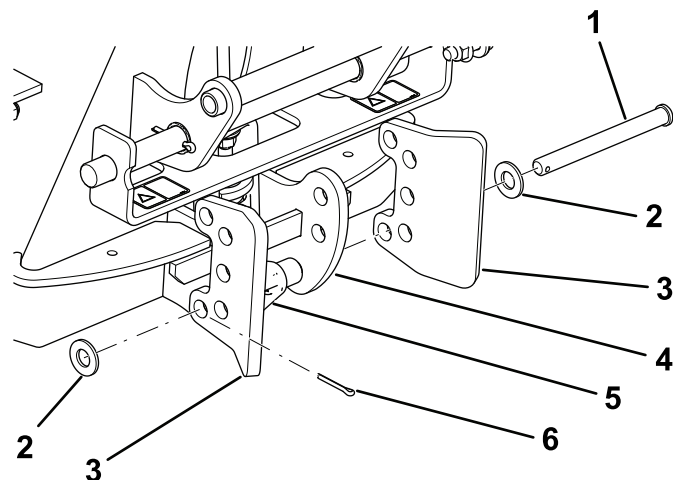
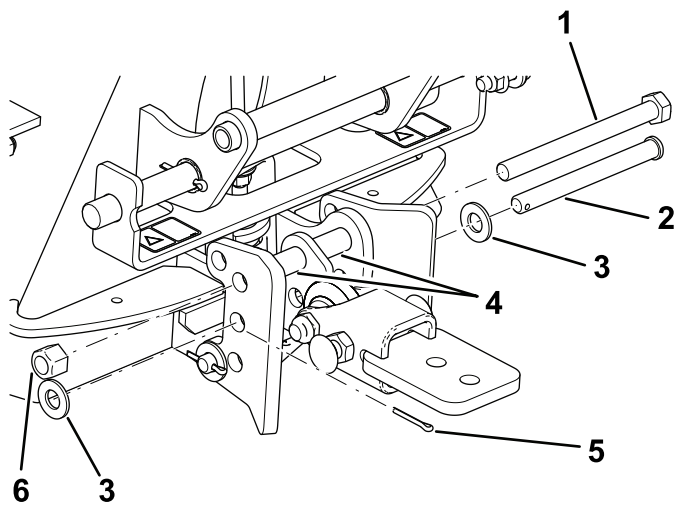

Figura 8
Figura 9
2. Ligue o conjunto da bola de reboque ao adaptador como se mostra na Figura 8 e na Figura 9.